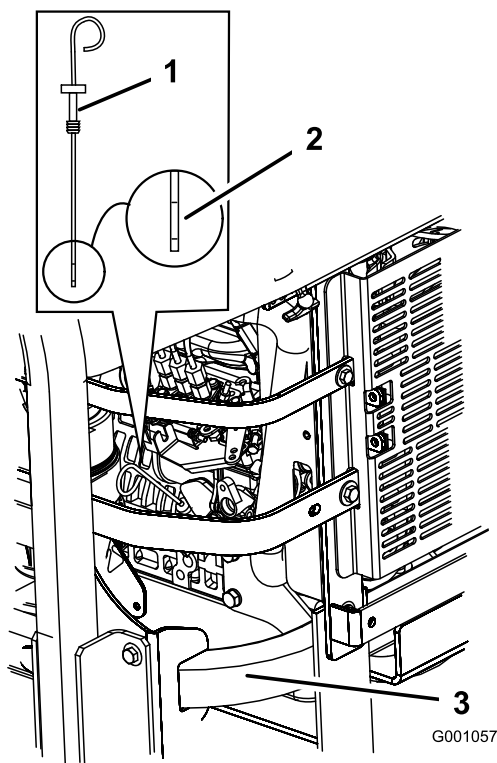

Figura 38
3. Limpie alrededor de la varilla de nivel de aceite (Figura 38) de forma que la suciedad no penetre por el orificio de llenado y cause daños en el motor.
4. Retire la varilla de aceite y limpie el extremo metálico (Figura 38).
5. Introduzca la varilla a fondo en el tubo de llenado. Retire la varilla y observe el extremo metálico (Figura 38). Si el nivel de aceite es bajo, vierta lentamente sólo la cantidad de aceite suficiente en el orificio de llenado para que el nivel llegue a la marca Lleno.